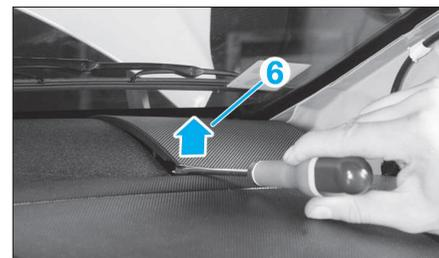

FIG. 42
- A l'aide d'un tournevis plat et fin, décliper de chaque côté, les grilles de haut-parleur (6) (Fig.42).